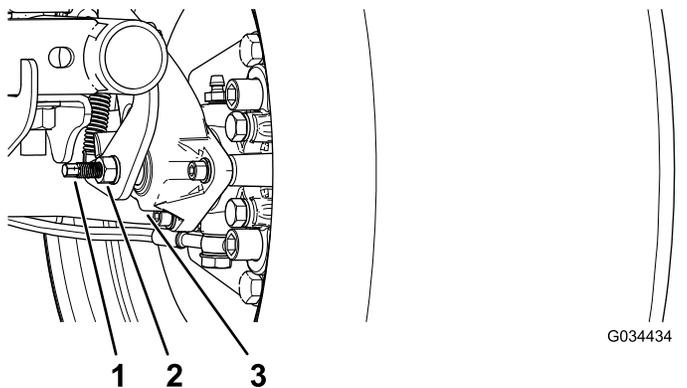

Рисунок 52
3. Используя два ключа, удерживайте регулировочный штырь на суппорте одним ключом и ослабьте контргайку на  $\frac{1}{4}$  оборота другим ключом (Рисунок 52).
4. Удерживая регулировочный штырь и контргайку на месте, поверните регулировочный штырь для затягивания (Рисунок 52).
5. Удерживая регулировочный штырь и контргайку на месте, отверните штырь на  $\frac{1}{4}$  оборота (Рисунок 52).
6. Удерживая регулировочный штырь и контргайку на месте, затяните контргайку (Рисунок 52).